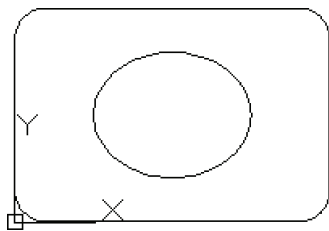
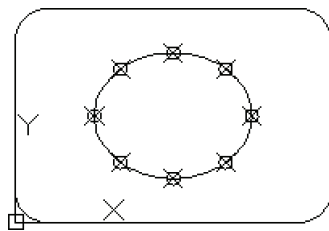

图 2-89 绘制图形
图 2-90 创建定数等分点
- 13) 上机练习：绘制图 2-89 所示的椭圆和具有圆角的矩形，具体尺寸由读者自己选定。接着设置点样式，并在椭圆上创建定数等分点，结果如图 2-90 所示。